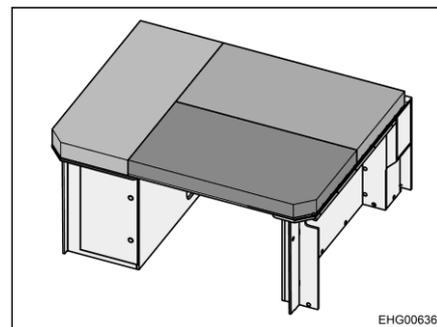

Fig. 38 Letto in coda (preparato come zona notte)
- Distribuire i cuscini, come illustrato nella Fig. 38, sulla superficie utile.